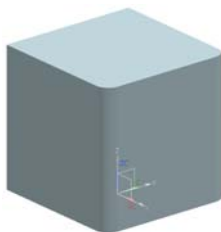

图 7-54 倒角后的零件
(3) 在“倒角”对话框中单击<确定>按钮，结果如图 7-54 所示。